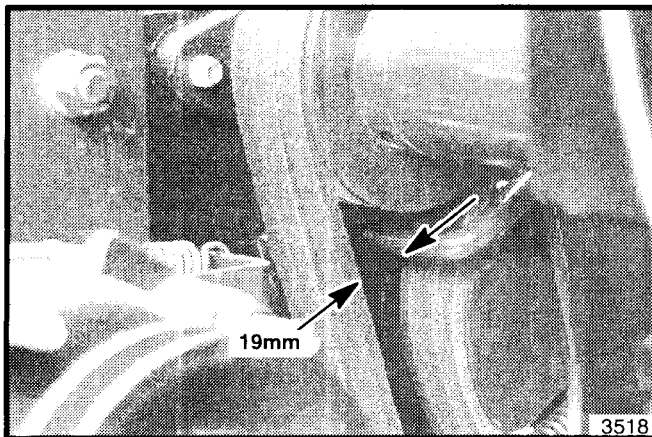

Abbildung 20. Abstand der Spindelriemen
8. Spindelantriebskupplung einrücken. Den Abstand zwischen den Spindelantriebsriemen und der Vorderkante des Riemenanschlags der Spannerinheit messen (siehe Abbildung 20). Der Abstand muß 19 mm betragen. Bei Bedarf den Motor neu positionieren, um das korrekte Maß zu erhalten.